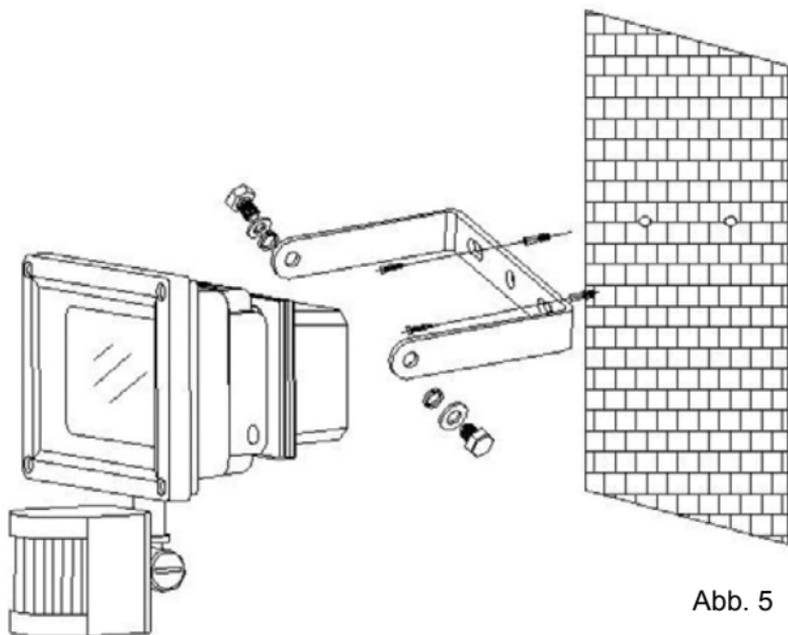

Abb. 5
(3) Schließen Sie das Netzkabel.
DE (4) LED-Scheinwerfer wieder an der Halterung anschrauben und Kabel an der Wand mit Hilfe geeigneter Clips befestigen. Stellen Sie sicher, dass das Kabel nicht den Körper des Scheinwerfers berührt und dass es ausreichend Spielraum im Kabel gibt, damit das Flutlicht wie benötigt geneigt und eingestellt werden kann, durch Ergreifen des Metallgehäuse der LED-Scheinwerfer und nicht der hinteren Anschlussbox (Siehe Abbildung 5).